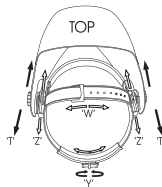

Fig.5
**Paso 1:** afrouxe a porca guia (ver "T" na Fig. 5) para ajustar a distância entre o capacete e a face na posição abaixada.
**Paso 2:** Afrouxe a porca de aperto em ambos os lados do visor e posicione-o próximo ao rosto. (Ver ajuste em "Z" na Fig. 5). É importante que ambos os olhos estejam a mesma distância do visor (lente), caso contrário o efeito de escurecimento pode parecer desigual.